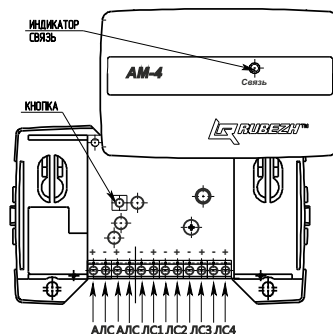

Рисунок 1
5.2 Адресная метка представляет собой конструкцию (см. рисунок 1), состоящую из корпуса, внутри которого размещена плата с радиоэлементами, обеспечивающая обработку сигналов с линии связи. На плате установлены клеммные контакты для подключения адресной метки к АЛС и для подключения линии связи с устройствами.
7.3 Для получения адреса адресной метки надо зайти в пункт «конфигурация» («настройка») => «сервис» => «адресация устройства» и нажать кнопку (см. рисунок 1) на адресной метке.